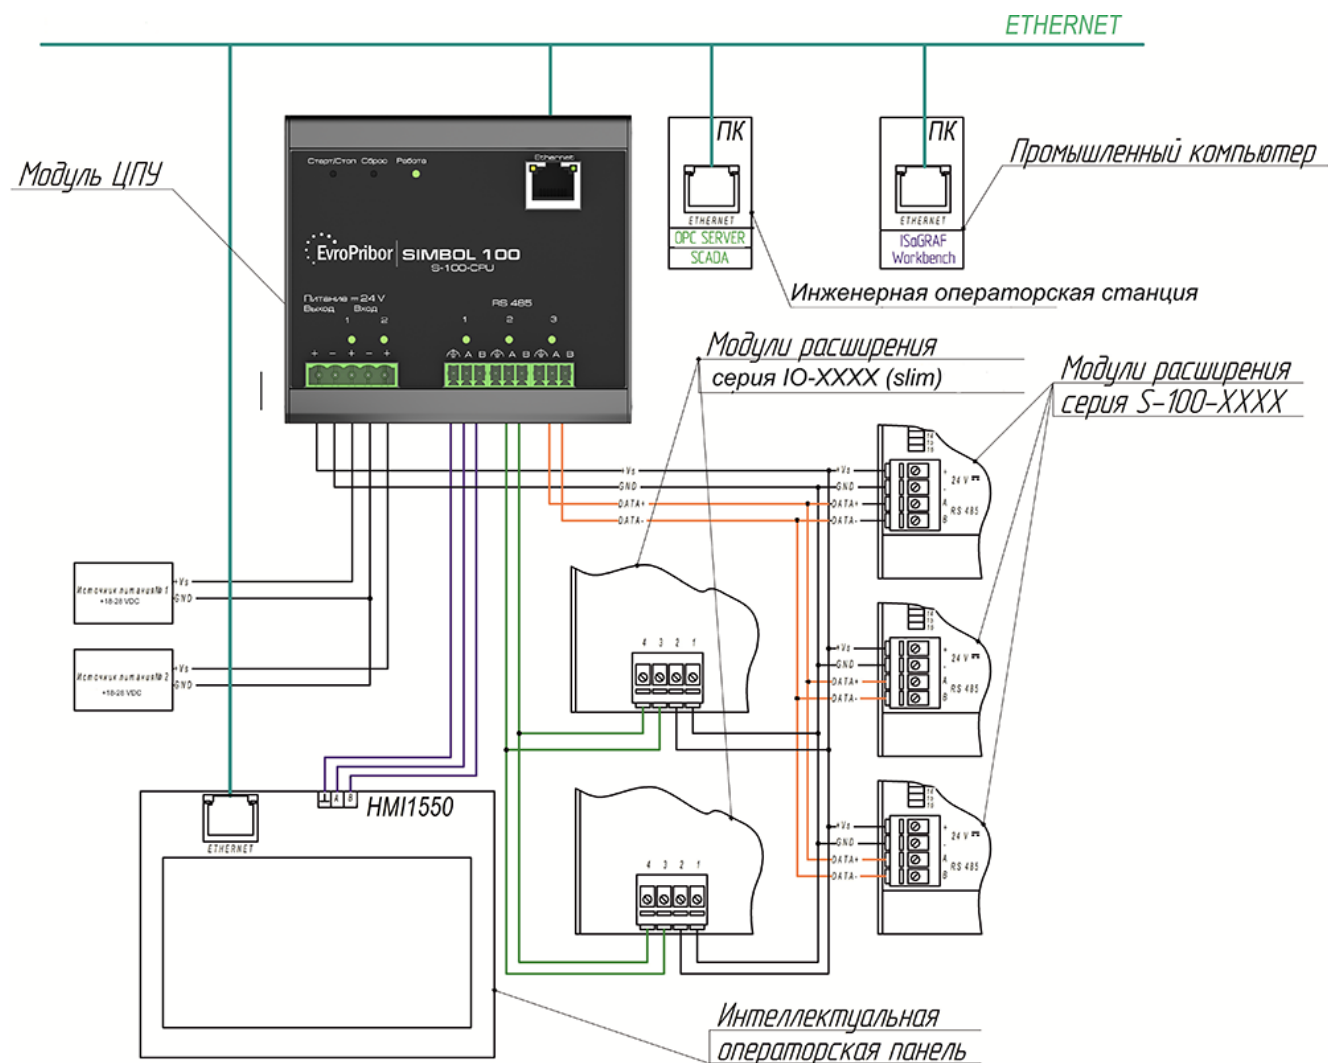

Рисунок 1.5.4.1 – Подключение модуля S-100-CPU
1.5.2.1 Модуль имеет встроенный АБР (автоматический ввод резерва). На клеммы №3 и №4 разъема для подключения входного и выходного питания (поз. 9 рисунок 1.5.1.2) подключается выход с источника напряжения №1, «+24 VDC» и «-24 VDC» соответственно. На клеммы №5 и №4 разъема для подключения входного и выходного питания (поз. 9 рисунок 1.5.1.2) подключается выход с источника напряжения №2, «+24 VDC» и «-24 VDC» соответственно (рисунок 1.5.4.1). К клеммам №1 и №2 разъема для подключения входного и выходного питания (поз. 9 рисунок 1.5.1.2) подключите нагрузку (модули расширения, операторские панели и т.д.) (рисунок 1.5.4.1).
1.5.3.1 Для связи модуля с компьютером или панелью оператора по интерфейсу Ethernet необходимо использовать витую пару не ниже 5е категории (рисунок 1.5.4.1). Модуль и ПК должны находиться в одной подсети. Например, ПК IP – 192.168.1.1, S-100-CPU IP – 192.168.1.2, маска подсети – 255.255.255.0.
1.5.4.4 S-100-CPU может быть подключен к интеллектуальной операторской панели, имеющий порт RS-485, как ведомое «Slave» или ведущее «Master» устройство (рисунок 1.5.4.1).